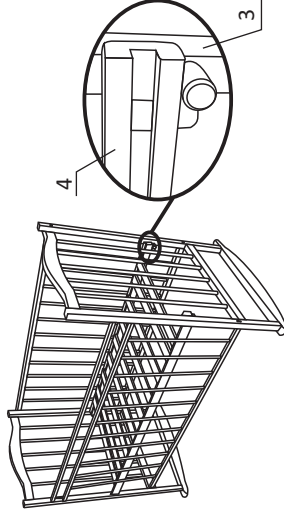

Рисунок 2
4. Дно (4) кровати имеет возможность установки в верхнем и нижнем положении по высоте от пола. В нижнем положении дно устанавливается на поперечины спинок (3), в верхнем положении дно устанавливается на 4 деревянных пальца на внутренней поверхности спинок (3). Рис. 2.